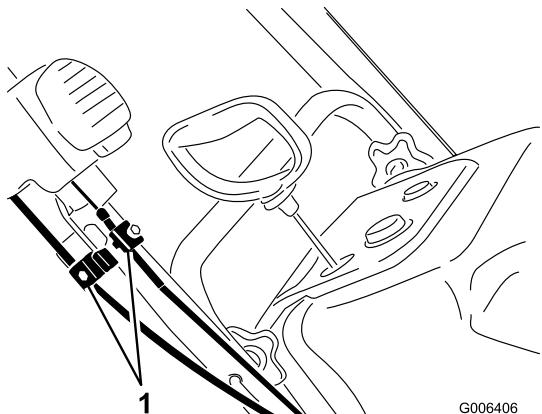

Figure 30
- Desserrez les serre-câble des deux câbles de commande Quick Shoot (Figure 30).